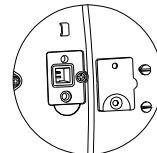

Abbildung 4-2. LFT-Stifte
2. Entfernen Sie die Sicherheitsabdeckung auf der Unterseite der Waage, um die beiden Stifte in der Aussparung zu sehen (siehe Abbildung 4-2). Schließen Sie diese Stifte beim **Einschalten** der Waage (z. B. mit einem Schlitzschraubendreher) kurz. Die Waage führt das Einschaltverfahren durch, und auf dem Display erscheint der aktuelle Status [L F E B F F] (Eichung deaktiviert, nicht verriegelt) oder [L F E B F] (Eichung aktiviert, verriegelt). Drücken Sie auf die Taste „No“ (Nein), um diese Einstellung zu ändern oder auf „Yes“ (Ja), um die Einstellung zu übernehmen.